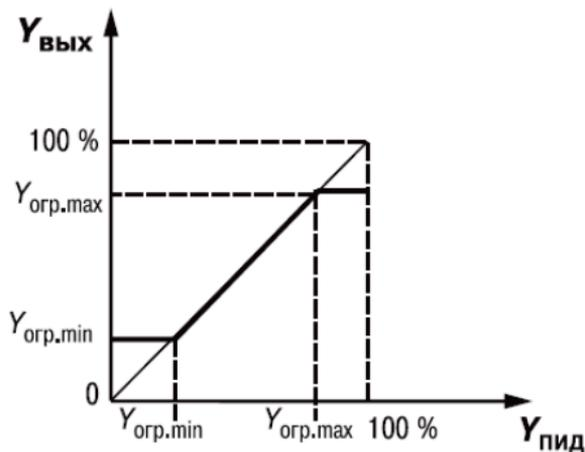

Рисунок 3.9
- максимальный $Y_{огр. max}$ и минимальный $Y_{огр. min}$ (рисунок 3.9).